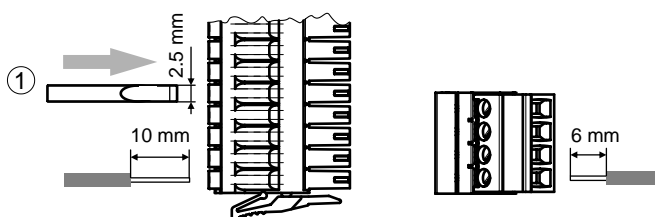

Fig. 8
- Note bare lengths (Fig. 8).
- Beachten Sie die Abisolierlängen (Fig. 8).